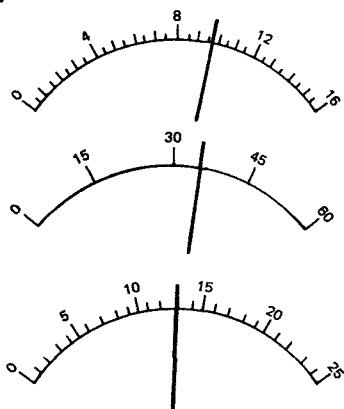

Рис. 6-23.
3. Оцените показания шкалы вольтметра на рис. 6-23.